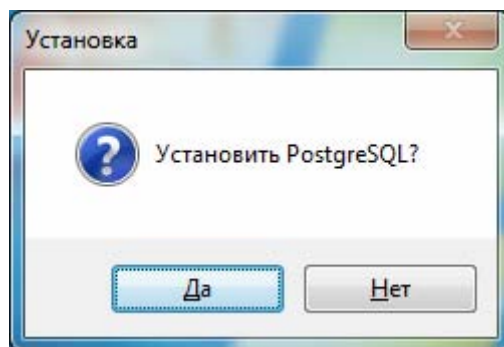

Рис. 9
4. *Только при установке под Windows 7 (x32, x64):* в открывшемся окне установки СУБД PostgreSQL (рис. 9) нажать «Да».